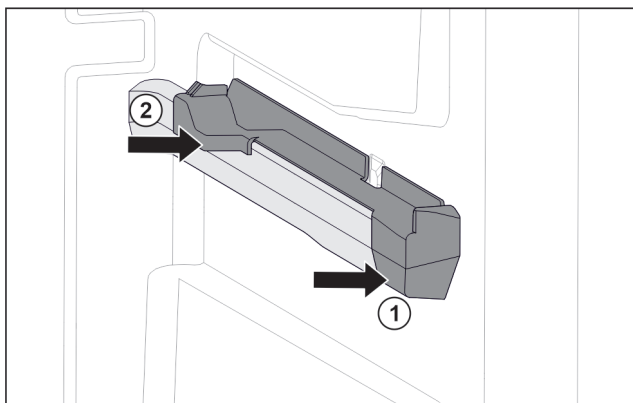

Fig. 125 Вставная часть на правом контейнерном ребре
- ▶ Наденьте вставную часть спереди на контейнерное ребро. Fig. 125 (1)
- ▶ Нажмите на вставную часть сзади. Fig. 125 (2)